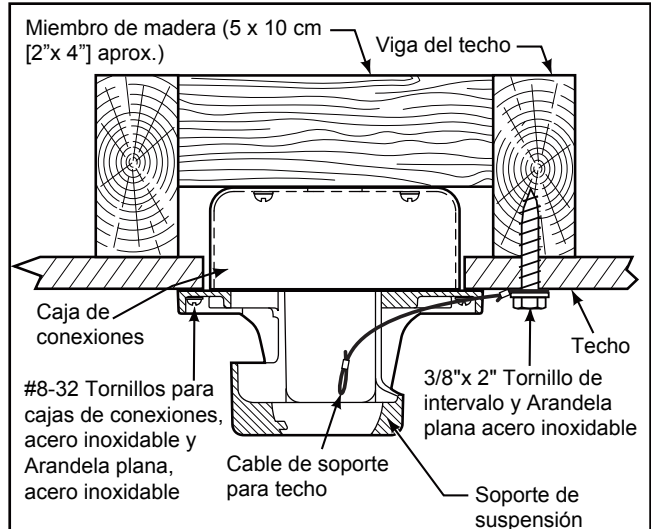

Figura 3
3. Afloje los dos tornillos de fijación del soporte del barral de soporte para techo a través de la varilla. Introduzca los cables de color negro, blanco y cable de seguridad a través de la varilla. (Figura 3)
1. Fije adecuadamente el soporte colgante a la caja de empalme del techo que sea aceptable para el soporte del techo. Usando los tornillos de la caja de salida #8-32 y las arandelas planas suministrado con el ventilador. (Figura 3)
2. Perfore un orificio de 1/4" en la estructura del edificio para evitar grietas con la instalación del tornillo de intervalo. Utilice el tornillo de intervalo de 3/8"x 2" y la arandela plana para fijar el cable de seguridad a la viga del techo o a la estructura de madera. Dicho tornillo pasará a través de arandela plana, la presilla del cable de seguridad y se fijará en la estructura del edificio. (Figura 3)
**NOTA:** El cable de soporte para techo no se puede asegurar solamente a la caja de conexiones; se debe asegurar directamente a la viga de techo o miembro estructural con el tornillo de cabeza cuadrada de 3/8"x2" y la arandela plana. (Figura 3)